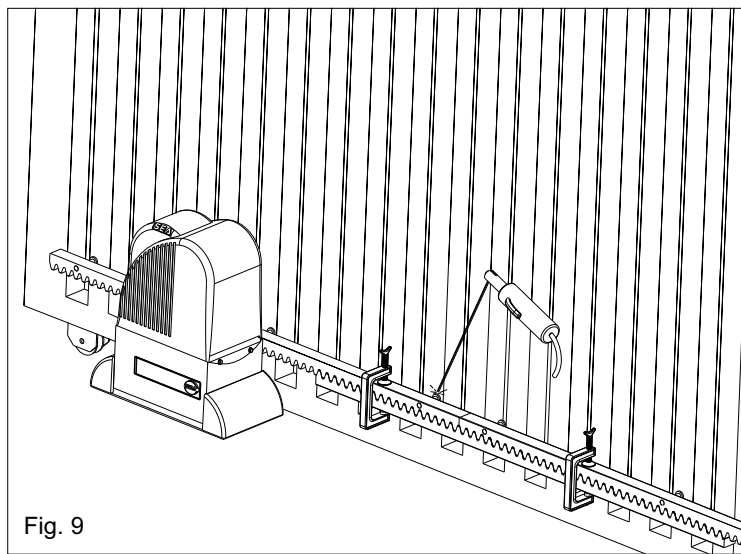

Fig. 9
**5.4.** controllare che tutti gli elementi della cremagliera risultino perfettamente allineati e posizionati correttamente (dentature in fase). Si consiglia di contrapporre a due elementi successivi un terzo elemento come indicato in Fig. 9;